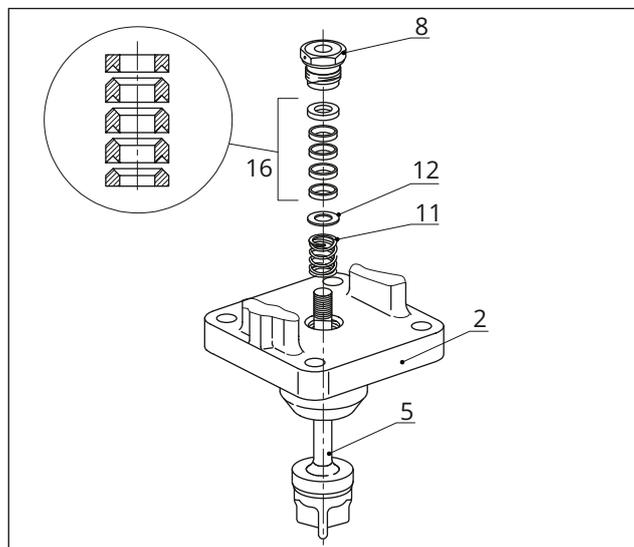
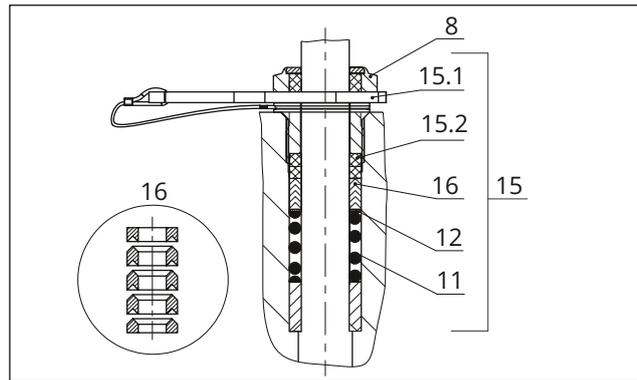

Bild 30: Stopfbuchspackung Standard
Bild 31: ADSEAL-Packung
ckungsraum einschieben. Korrekte Anordnung beachten, vgl. Bild 30.
- Feder (11)
- Unterlegscheibe (12)
- Packungsringe (16)
4. Rote Distanzscheibe (15.1) zwischen Gewindebuchse (8) und Haltering einfügen, vgl. Bild 31.
9. Stopfbuchsteile mit einem geeigneten Werkzeug vorsichtig über die Kegelstangenverlängerung in den Packungsraum einschieben. Korrekte Anordnung beachten, vgl. Bild 30.
10. Ventiloberteil mit Schrauben (32) und Muttern (33) befestigen. Anzugsmomente beachten.
11. Gewindebuchse (8) einschrauben und festziehen. Anzugsmomente beachten.
12. Kontermutter (10) und Kupplungsmutter (9) lose auf Kegelstange schrauben.
13. Flansch (2) auf das Gehäuse setzen.
14. Stopfbuchsteile mit einem geeigneten Werkzeug vorsichtig über die Kegelstange in den Packungsraum einschieben. Korrekte Anordnung beachten, vgl. Bild 30 und Bild 31.
15. Kegel (5) fest in den Sitz (4) drücken. Dabei Flansch (2) mit Gehäusemutter (14) befestigen. Gehäusemutter schrittweise über Kreuz anziehen. Anzugsmomente beachten.
16. Gewindebuchse (8) einschrauben und festziehen. Anzugsmomente beachten.
17. Kontermutter (10) und Kupplungsmutter (9) lose auf Kegelstange schrauben.